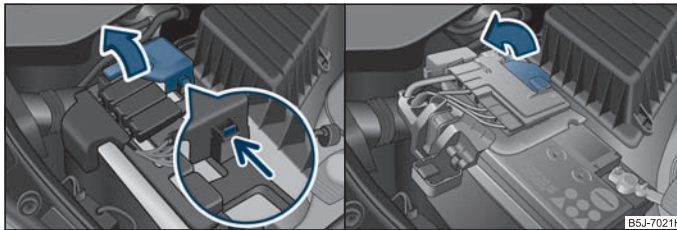

Fig. 144 Batterie: Relever le cache (boîte de vitesses automatique) / (boîte de vitesses manuelle)
- Débloquez le verrouillage sur le côté du pôle positif de la batterie ⇒ fig. 144 - à gauche.
- Relevez le cache dans le sens de la flèche ⇒ fig. 144 à gauche (boîte de vitesses automatique) ou ⇒ fig. 144 - à droite (boîte de vitesses manuelle).